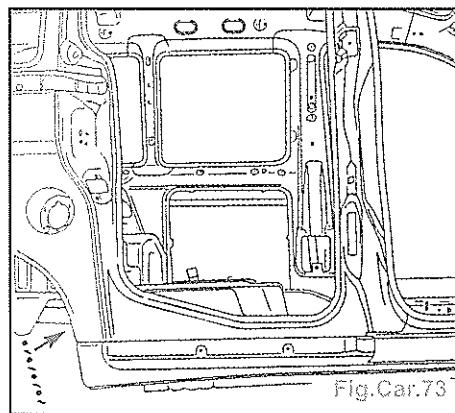

Fig.Car.73
- Appliquer un mastic à lisser au pinceau : référence A4 (Fig.Car.73).